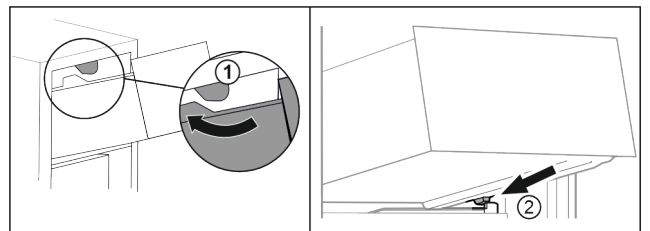

Fig. 74
- ▶ Prevedte zásuvku okolo horných zarážok. Fig. 74 (1)
- ▶ Nasadte zásuvku šikmo za dolnými zarážkami na rebro nádoby. Fig. 74 (2)